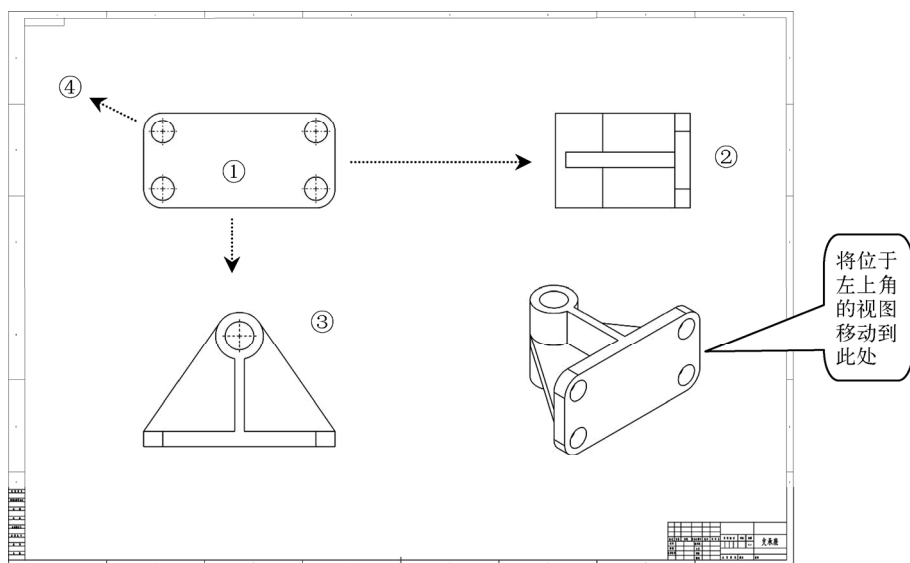

图 7-7 创建模型的几个视图
STEP 3 保持系统默认，在绘图区的适当位置连续单击，如图 7-7 所示，创建四个视图，并选择最后一个视图的边界，将其移动到图示的位置。